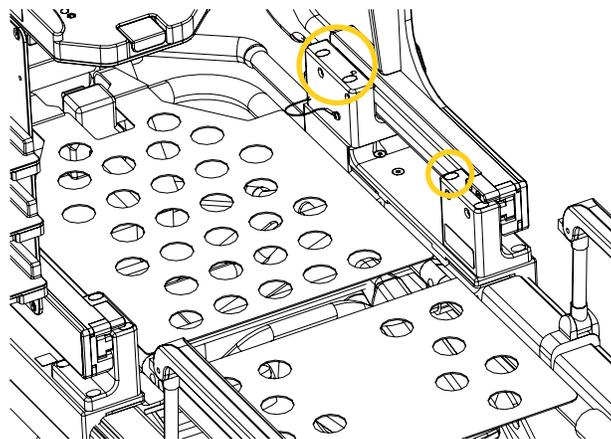

Figure 43: Serrage de la visserie du Système de rail XTPA-PPXT
12. Serrer les trois (3) vis accessibles situées sur le dessus de chaque Rail XTPA-PPXT (Figure 43) à l'aide d'une clé hexagonale de 3/16 po. Présentement inaccessible, la quatrième vis sera serrée à une étape ultérieure.